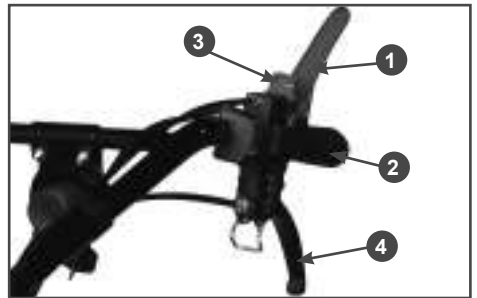

Рис.12 Левая рабочая рукоятка
2. Рычаг выключателя двигателя 1 (Рис.12) нажмите и зафиксируйте стопором.
При возникновении аварийной ситуации, для экстренной остановки мотоблока переведите рычаг выключения двигателя 1 (Рис.12) в верхнее в положение.